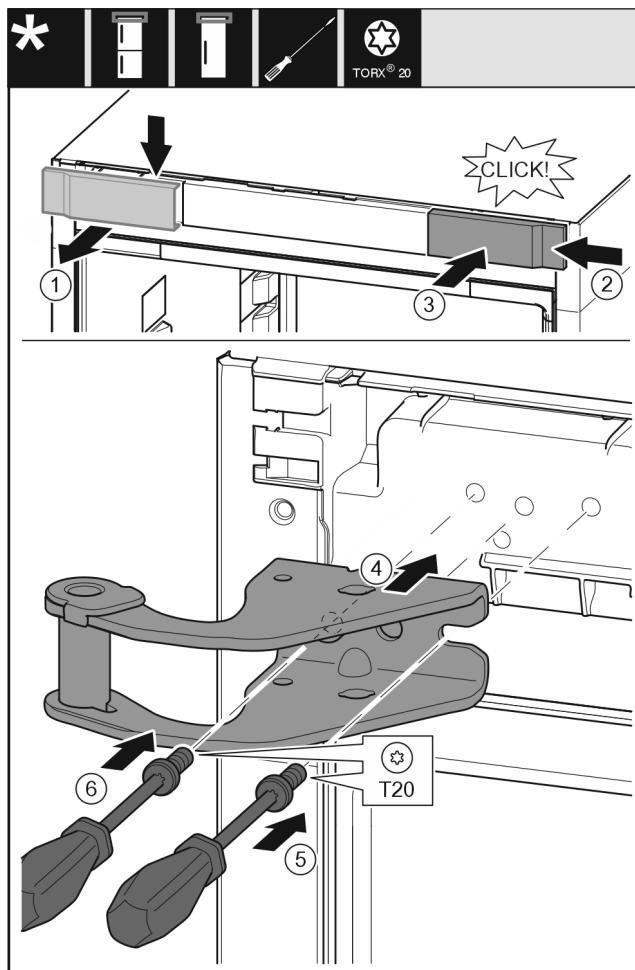

Fig. 15
- Odeberte kryt Fig. 15 (1) shora dopředu.
- Kryt Fig. 15 (2) otočený o 180° zavěste na druhé straně zprava.
- Zaklapněte kryt Fig. 15 (3).
- Nasadte horní stojan ložiska Fig. 15 (4).
- Šroubovákem nasadte šroub Fig. 15 (5) a utáhněte.
- Šroubovákem nasadte šroub Fig. 15 (6) a utáhněte.